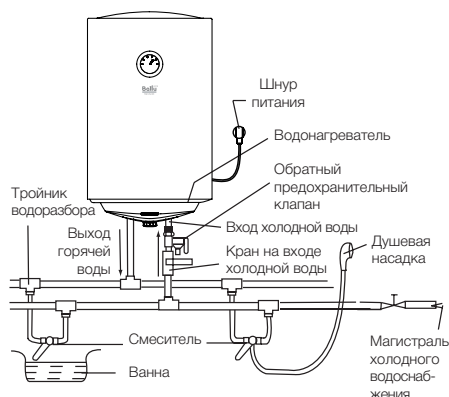

Рис. 6
4. Если необходимо реализовать многоканальную систему водоснабжения, используйте способ соединения (см. рис. 6).